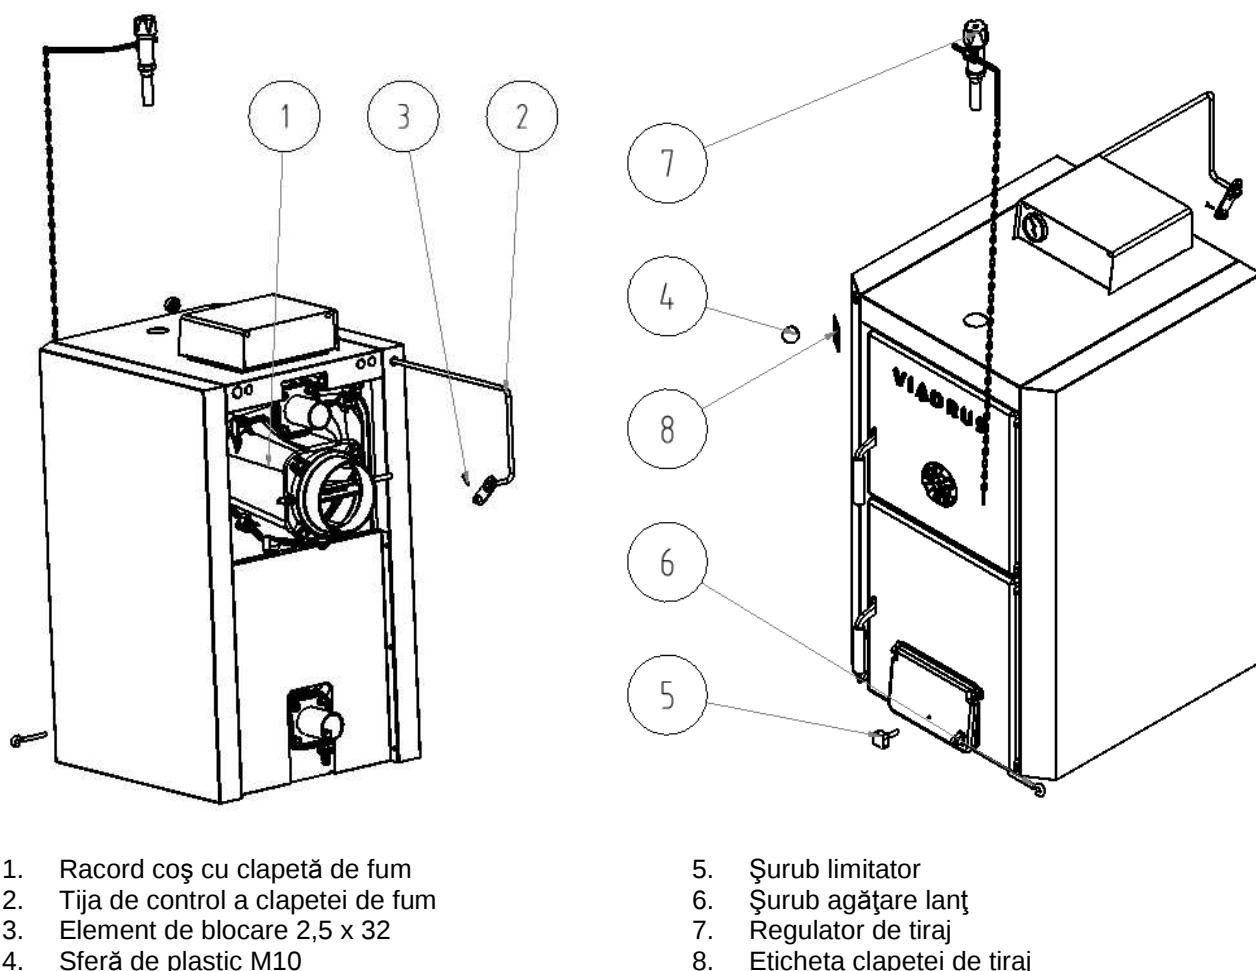

Fig. Nr. 24 Clapeta de fum
1. Completați tija de control a clapetei de fum conform fig. nr. 24
2. Fixați tija (2) de clapeta de fum (1) cu ajutorul elementului de blocare 2,5 x 32 (3).
3. Înșurubați sfera de plastic M10 (4) în partea frontală a tijei.